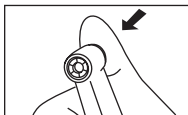

Fig. 1
(1) Isætning
- Tryk på knappen for at åbne spændepatronen. (Fig.1)